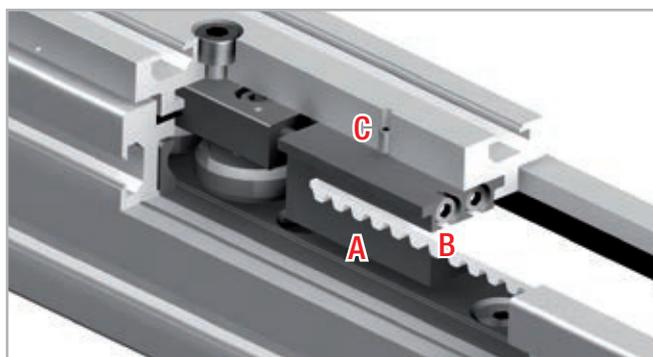

Fig. 33
1. Desenroscar los tornillos de seguridad C (en la parte superior del cursor) desde el dispositivo de tensado de la correa A (ver fig. 33).